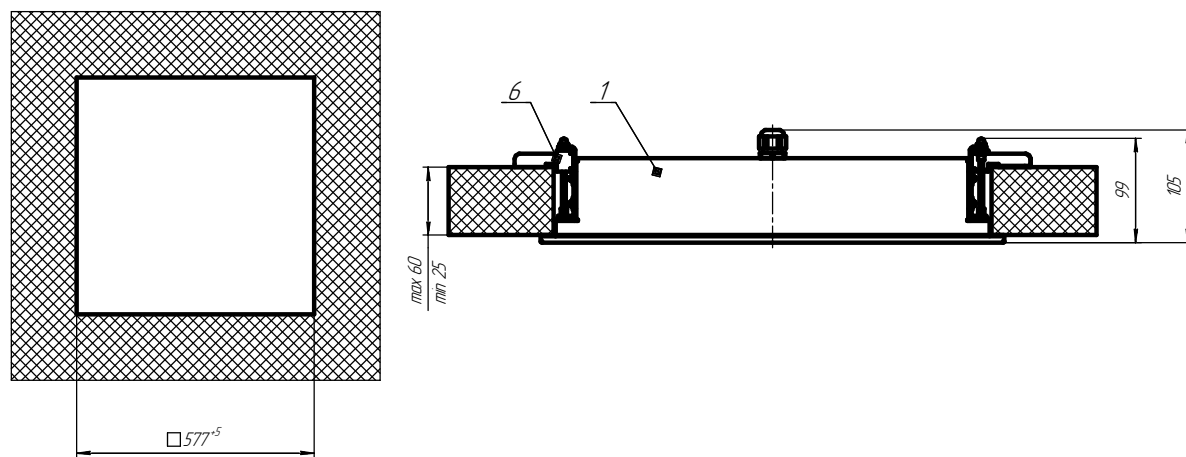

Рис.2.1 Установка светильника.
6.2. Подготовьте отверстие в потолке согласно Рис.2.1.